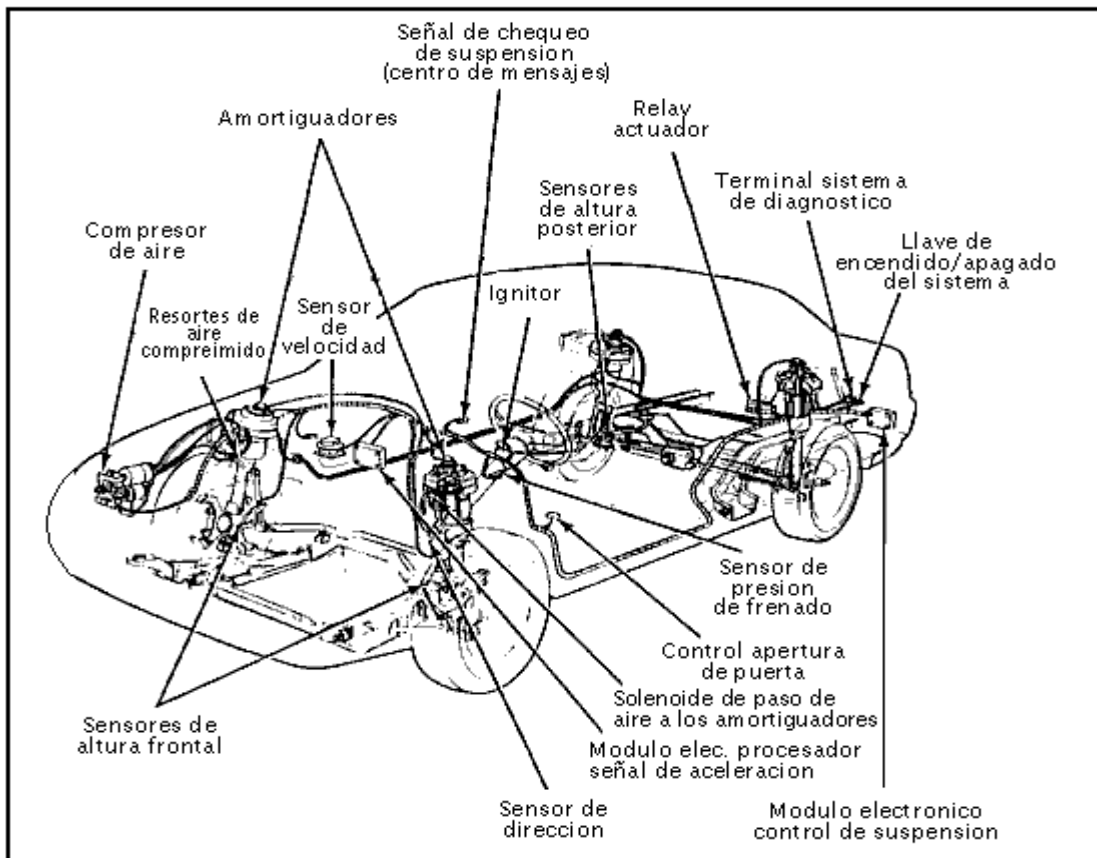

Fig. 2
- Algunos modelos de vehículos actuales están equipados con un Sistema de Dirección de Potencia de Asistencia Variable, sensible a la velocidad. (Fig. 2)
- El Sistema de Suspensión Activa utiliza un Módulo de Control Electrónico, Censores de Variación de Altura del Vehículo y Amortiguadores de Dureza Variable para controlar la amortiguación de la suspensión. (Fig. 2)